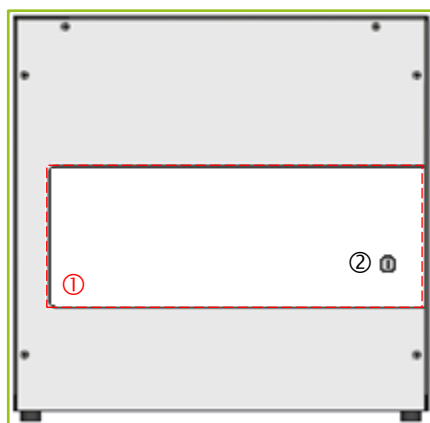

Figura 1 Aspetto sportello sinistro
La parte sinistra del dispositivo è dotata di uno sportello (① Figura 1) con serratura di chiusura (② Figura 1).